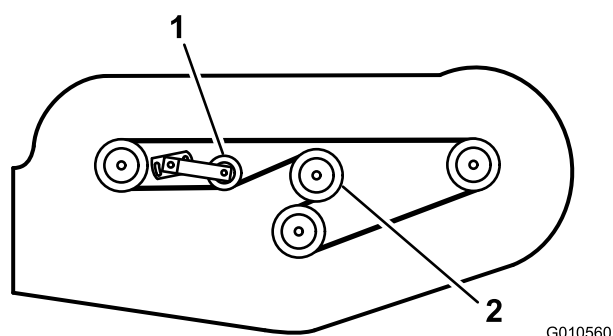

図 29
6. 新しいベルトをギアボックスの周囲からスピンドルプーリ、固定アイドルプーリ、可動（調整可能）プーリへと回し掛ける（図 29）。